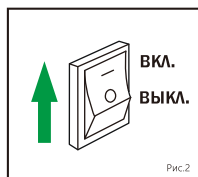

Рис.2
2. Нажмите переключатель запуска в положение ВКЛ. (рис.2)
2. Снимите колпачок со свечи зажигания. (Рис.2). Удалите грязь вокруг свечи.